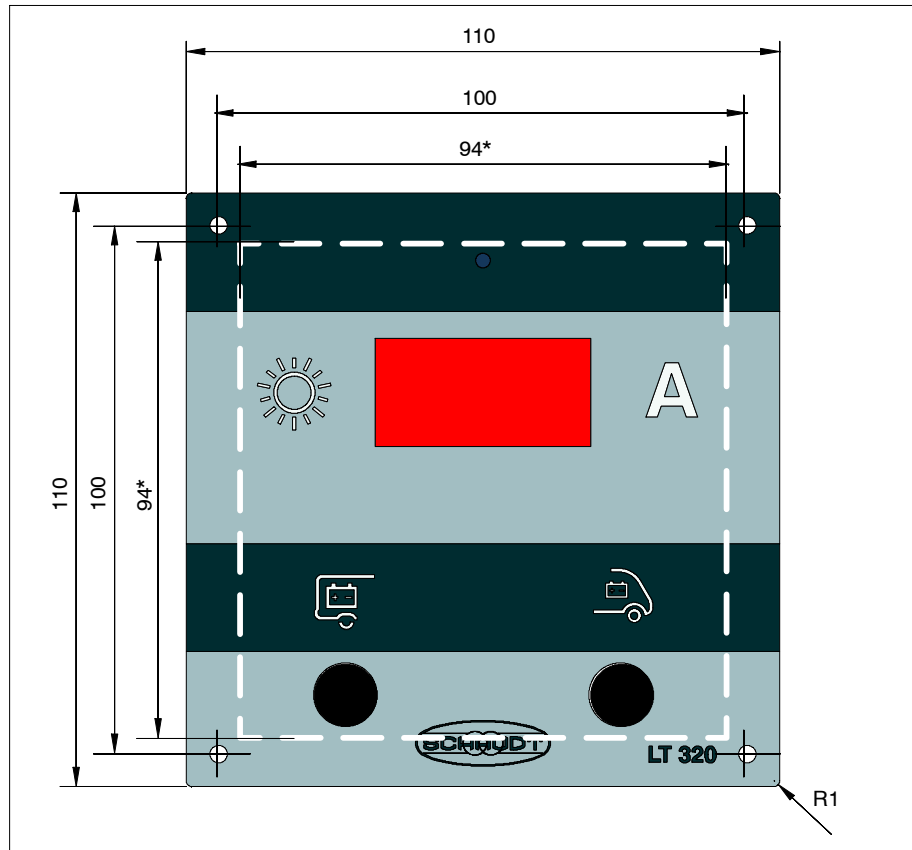

Bild 1 Maßbild LT 320 (Abmessungen in mm)
- Einbauöffnung gemäß Bild 1 herstellen.
- Bohrbild anzeichnen (siehe Bild 1).